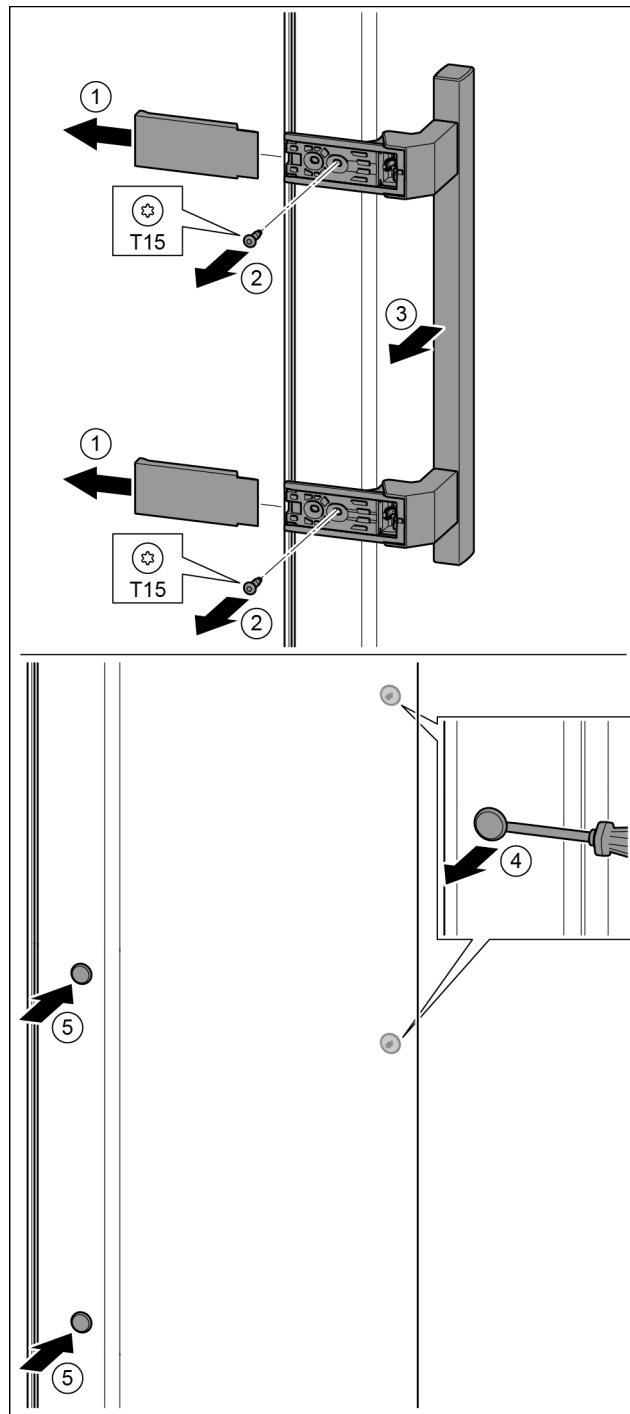

Fig. 19
- ▶ Abdeckung abziehen. Fig. 19 (1)
- ▶ Schrauben mit Schraubendreher T15 herausdrehen. Fig. 19 (2)
- ▶ Griff abnehmen. Fig. 19 (3)
- ▶ Seitlichen Stopfen vorsichtig mit einem Schlitzschraubendreher anheben und herausziehen. Fig. 19 (4)
- ▶ Stopfen auf der anderen Seite wieder einsetzen. Fig. 19 (5)